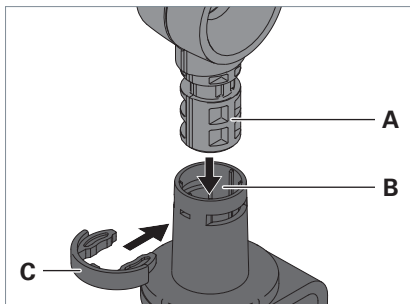

Fig. 4: Montaggio dell'apparecchio d'illuminazione a un morsetto da tavolo.
- ▶ Inserire il perno **A** dell'asta dell'apparecchio d'illuminazione nell'apertura **B** del morsetto da tavolo, vedi Fig. 4.